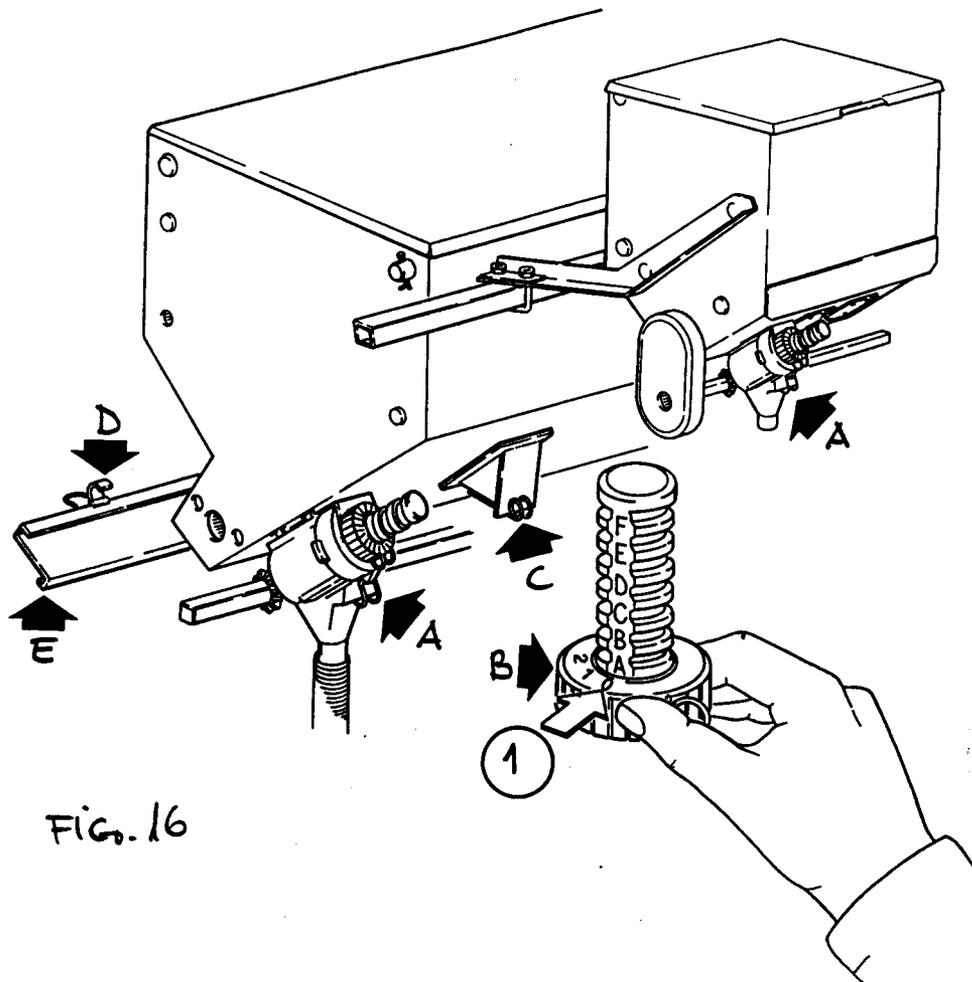

Fig. 16
① Spandiconcime Microgranulatore
La diffusione del prodotto fertilizzante ed insetticida, avviene per mezzo dei distributori (A) (diversi come dimensioni) Fig. 16, montati sui serbatoi spandiconcime e microgranulatore. La quantità da distribuire (vedi tabelle distribuzione), si regola con la ghiera (B) e la posizione di lettura della regolazione è come indicato al punto (1).
② Fertilizer and granulate distributor
The distribution of fertilizer and insecticide is performed by means of the distributors (A Fig. 16) mounted on the tanks of the fertilizer and microgranule. The quantity to be distributed is regulated through the ringnut (B); reading position of adjustment as shown at point 1.
③ Distributeurs d'engrais et de microgranulés
L'épandage d'engrais et la mise en place de microgranulés insecticides sont réalisés par l'intermédiaire des distributeurs (A) (qui existent en différentes dimensions), cf. Fig. 16, montés sur le réservoir d'engrais, resp. de microgranulés. La quantité apportée (voir à ce propos les tableaux de distribution qui figurent aux pages suivantes) doit être réglée au moyen de la molette (B), dont la position est repérable précisément par le point de lecture indiqué par la flèche (1). Ces distributeurs, en matière plastique, n'ont pas besoin d'être lubrifiés. Pour un travail précis, il est recommandé de procéder, lors du remisage de l'engin, à un nettoyage approfondi du dispositif d'épandage de l'engrais. Pour ce faire, extraire tout d'abord le solde éventuel d'engrais par la trappe de vidange (C); actionner ensuite le dispositif de fermeture de la tôle inférieure (D), pour déposer cette tôle (E), et laver abondamment avec de l'eau.
④ Düngerstreuer und Mikrogranulatstreuer Minimax Verteiler
Die Ausbringung von Handelsdüngern und Insektiziden geschieht mittels der Minimax-Verteiler (A). Fig. 16 (unterschiedlich nur in der Größe) die auf den Behältern der Düngerstreuer und Mikrogranulatstreuer montiert sind. Die Ausbringmenge (siehe Streutabelle) reguliert man durch Drehen der Ziffer am Ring (B), zum Buchstaben auf der Spindel (F), wie im Punkt 1 gezeigt wird.
⑤ Abonador y Microgranulador
El esparcimiento del producto fertilizante e insecticida se efectúa mediante unos distribuidores (A) (de diferente tamaño) Fig. 16, montados en los depósitos abonadores y microgranuladores. La cantidad a esparcir (véanse las tablas de distribución) se regula mediante la abrazadera (B) y la posición de lectura de la regulación es la que indica el punto 1. Los distribuidores son de plástico y no necesitan lubricación. Se recomienda, al final del trabajo, limpiar cuidadosamente los depósitos, especialmente los del abono. Descargar el producto residual de la puerta (C), desenganchar los cierres (D) y quitar la puerta de limpieza (E), lavar cun abundante agua.